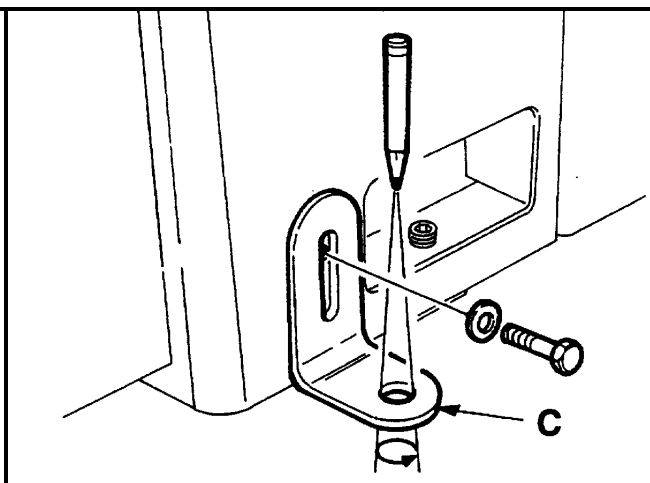

Fig. 05-02
- Introduire les équerres "C" dans les points préétablis et les visser dans les trous pratiqués dans la structure (**Fig. 05-02**).